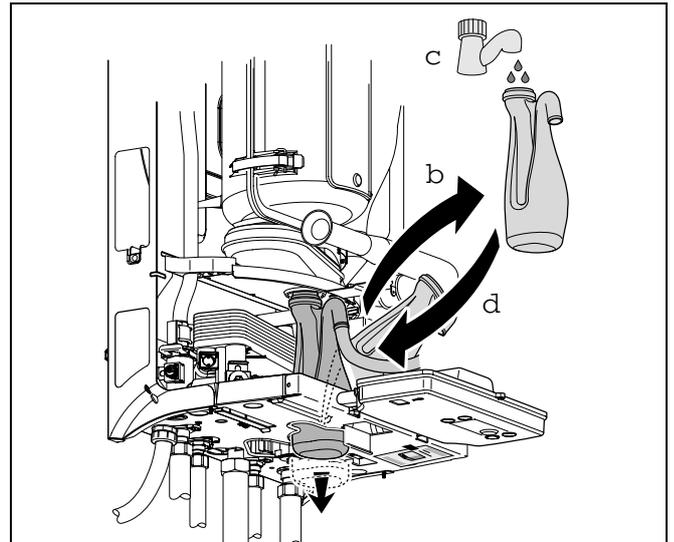

Fig. 5 Remplir le siphon d'eau
- Sortir le siphon avec le joint à lèvres vers le bas et le retirer de l'écoulement (fig. 5).